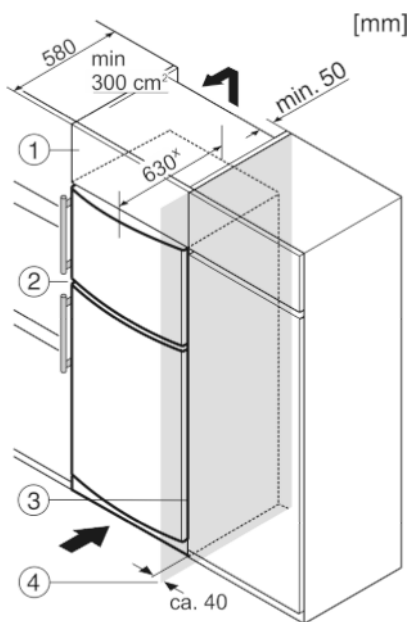

Fig. 9
Устройство может быть окружено кухонными шкафами. Чтобы уравнивать устройство Fig. 9 (2) по высоте с кухонной стенкой, можно установить над устройством дополнительный шкафчик Fig. 9 (1).
При комбинировании с кухонными шкафами (глубина макс. 580 мм) устройство можно установить непосредственно рядом с кухонным шкафом Fig. 9 (3). Устройство выступает сбоку на 34 мм\* и по центру на 50 мм\* относительно передней стенки кухонного шкафа.
Если устройство установлено на шарнирах у стены Fig. 9 (4), то расстояние между устройством и стеной должно быть не менее 40 мм. Настолько выступает ручка при открытой дверце.